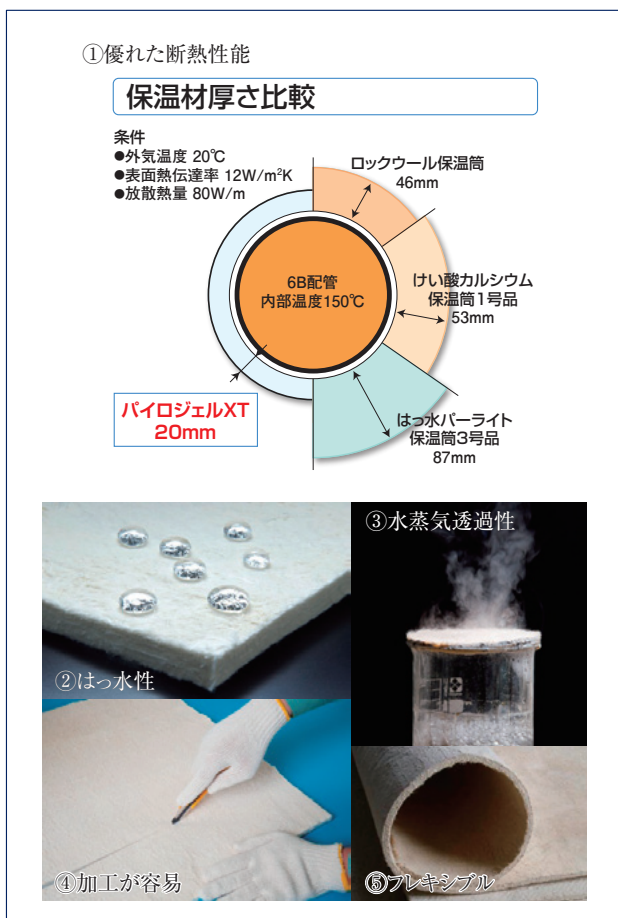

図7 「パイロジェル™XT」の特徴
「パイロジェル™XT」は、下記①～⑥および図7に示すようなユニークな特長を持っています。
①優れた断熱性能